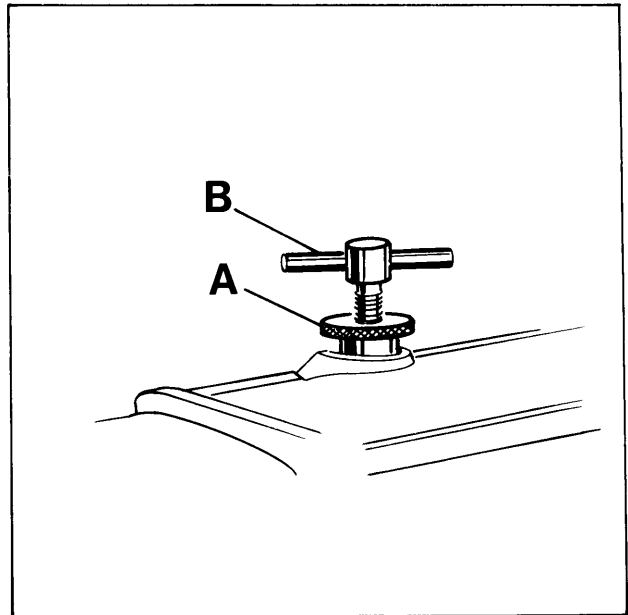

Fig. 22
Rotate handwheel until the lower feed dog is below the throat plate. Loosen knurled nut (A, Fig. 22) and turn out T-screw (B) until it does not exert any pressure on the leaf springs. In this position, the pressure exerted on the presser foot should be so strong that the presser foot bottom and the front end of the presser foot tongue rest squarely on the throat plate.
Drehen Sie das Handrad bis der untere Transporteur unter der Stichplatte steht. Lösen Sie die Rändelmutter (A, Fig. 22) und drehen Sie die Knebelschraube (B) soweit heraus, daß sie nicht mehr auf die Blattfedern drückt. In dieser Stellung soll der Druck auf den Drückerfuß so stark sein, daß die Drückerfußsohle und das vordere Ende der Drückerfußzunge flach auf der Stichplatte aufliegt.
Now turn in T-screw (B, Fig. 22) until the necessary presser foot pressure for proper feeding is exerted (determine by sewing tests). Secure this setting with the knurled nut (A) which simultaneously fastens the upper arm cover. Remount the face cover and the finger guard.
Nun drehen Sie die Knebelschraube (B, Fig. 22) soweit ein, daß der zum einwandfreien Transport notwendige Drückerfußdruck erzeugt wird (durch Nähversuche ermitteln). Sichern Sie diese Einstellung mit der Rändelmutter (A), mit der gleichzeitig der obere Armdeckel befestigt wird. Montieren Sie den Stirndeckel und den Fingerschutz wieder.